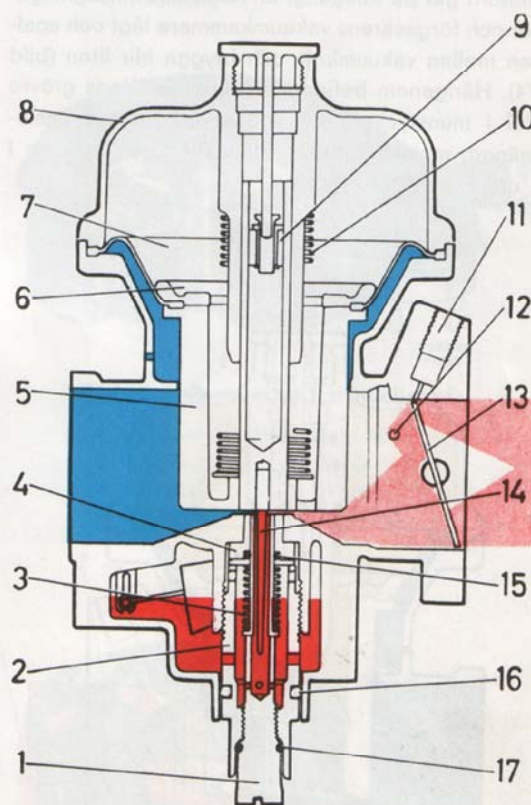
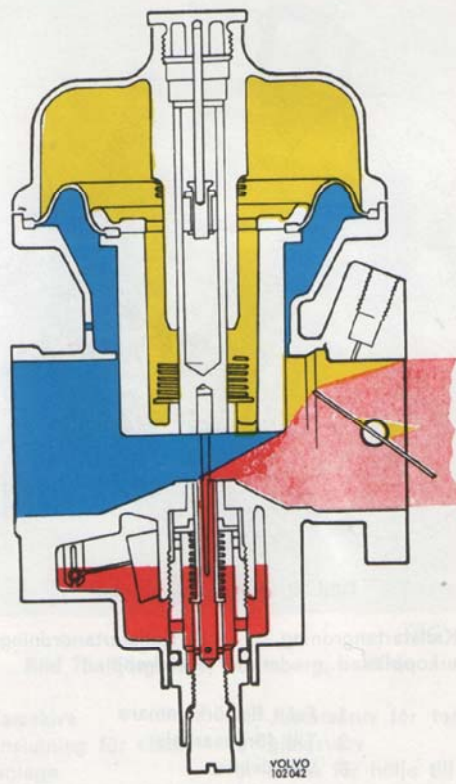

Bild 73. Kallstart, Stromberg
Bild 75. Normal drift
Bränslet går genom fyra hål i munstyckshållaren samt fyra hål i justerskruvens överdel till munstyckets inre, där nivån blir densamma som i flottörkammaren. Tätningen mellan justerskruv och munstyckshållare, mellan munstyckshållare och flottörkammare samt mellan munstycke och styrning utgöres av O-ringar (15, 16 och 17, bild 73).
Förhållandet bränsle-luft ställes in med justerskruven (1, bild 73) vid tomgångsvarv och gäller för hela varvtalsområdet.
När gasspjället öppnas erhålls i vakuumkammaren, som avgränsas från förgasarhuset av membranet, genom kanalerna i kolven (5, bild 73) ungefär samma vakuum som i motorns insugningsrör. På grund av tryckskillnaden mellan vakuumkolvens undersida, där trycket i förgasarens inloppsport råder, och kolvens översida, där vakuum råder, lyfts kolven från bryggan. Härvid lyfts även den koniska nålen (14), som är fästad vid kolven, ur munstycket. Genomströmningsarean och därmed även bränslemängden ökar. Bild 75.
När vakuumkolven (5, bild 73) lyfts upp trycks dämpkolven (9) mot sitt säte och hindrar oljan att strömma förbi från undersidan till ovasidan av dämpkolven och kolvens (5) rörelse bromsas. Härigenom uppstår temporärt ett starkare vakuum ovanför munstycket och bränsleluftblandningen blir tillfälligt fetare.